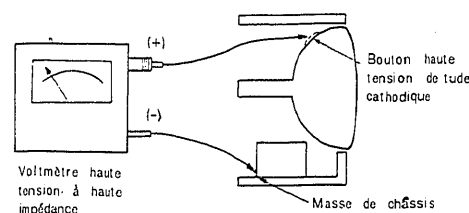

Fig. 1 Branchement du voltmètre haute tension
1. Raccorder un voltmètre haute tension entre le bouton haute tension du tube cathodique et la masse de châssis en procédant comme représenté sur la figure 1.